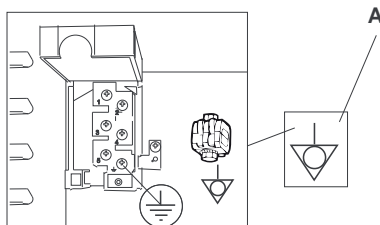

fig. 5
• Le fil jaune / vert du câble d'alimentation, doit être fixé à la borne portant le symbole de terre (voir Fig. 5).
• Le four doit être inclus dans un système équipotentiel dont le branchement devra être exécuté avec un conducteur de section minimale de 10 mm2 branché à la borne (A - Fig. 5) portant le symbole positionné sur le fond du four.